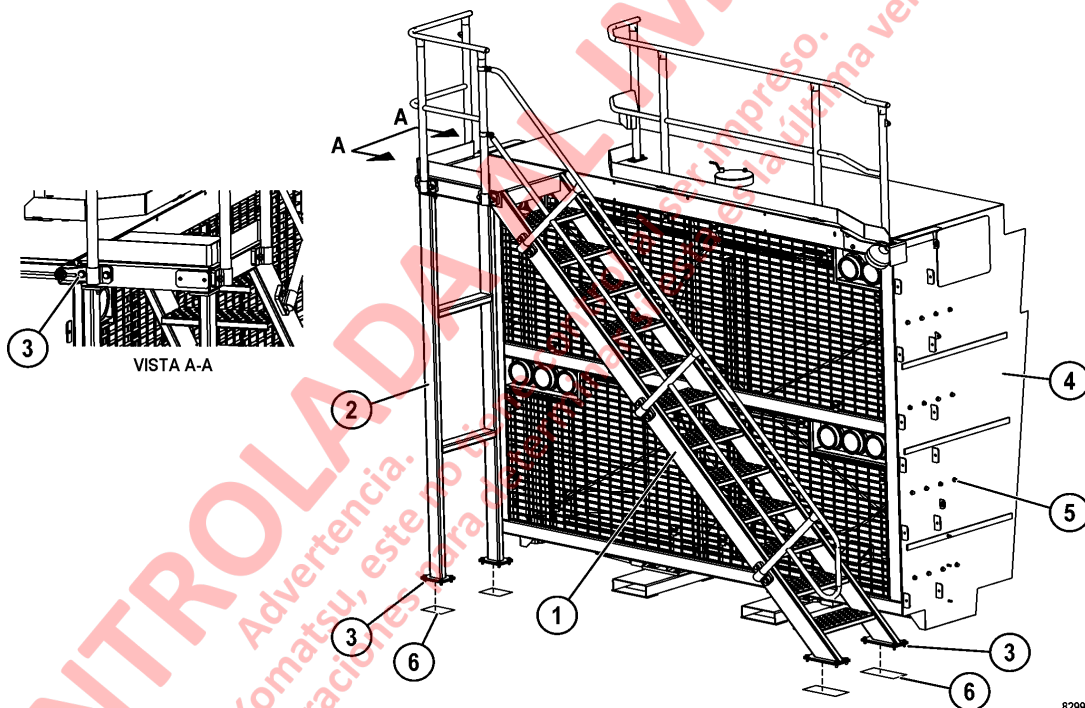

FIGURA 2-1. DESMONTAJE DE ESCALERA DIAGONAL, PARRILLA Y CUBIERTA
1. Conecte un dispositivo de elevación adecuado a la escalera diagonal. El peso combinado de la escalera diagonal (1, Figura 2-1), el soporte (2) y el pasamanos es de aproximadamente 300 kg (660 lb).
2. Retire los elementos de montaje de la escalera (3).
3. Levante la estructura para retirarla del camión y tome las laines (6).
5. Conecte un dispositivo de elevación apropiado al conjunto de la cubierta y de la parrilla (4). El peso de la parrilla y del conjunto de la cubierta es aproximadamente de 500 kg. (1 100 lb.)
6. Retire todo los elementos de montaje de ambos lados de la cubierta (5).
1. Use un dispositivo de elevación apropiado para llevar el conjunto de la parrilla y de la cubierta (4, Figura 2-1) a su posición dentro del camión.
2. Alinee los agujeros de los elementos de montaje con los soportes colocados en el conjunto del radiador. Instale los elementos de montaje de la cubierta (5). Apriete los pernos al torque estándar
4. Use un dispositivo de elevación adecuado para levantar la escalera diagonal (1) con el soporte (2) y colocarlos sobre los soportes de montaje ubicados en la protección delantera. Alinee los agujeros de montaje e instale las laines (6) según sea necesario para nivelar la estructura.
5. Instale los elementos de montaje de la escalera (3) y apriete los pernos al torque estándar.